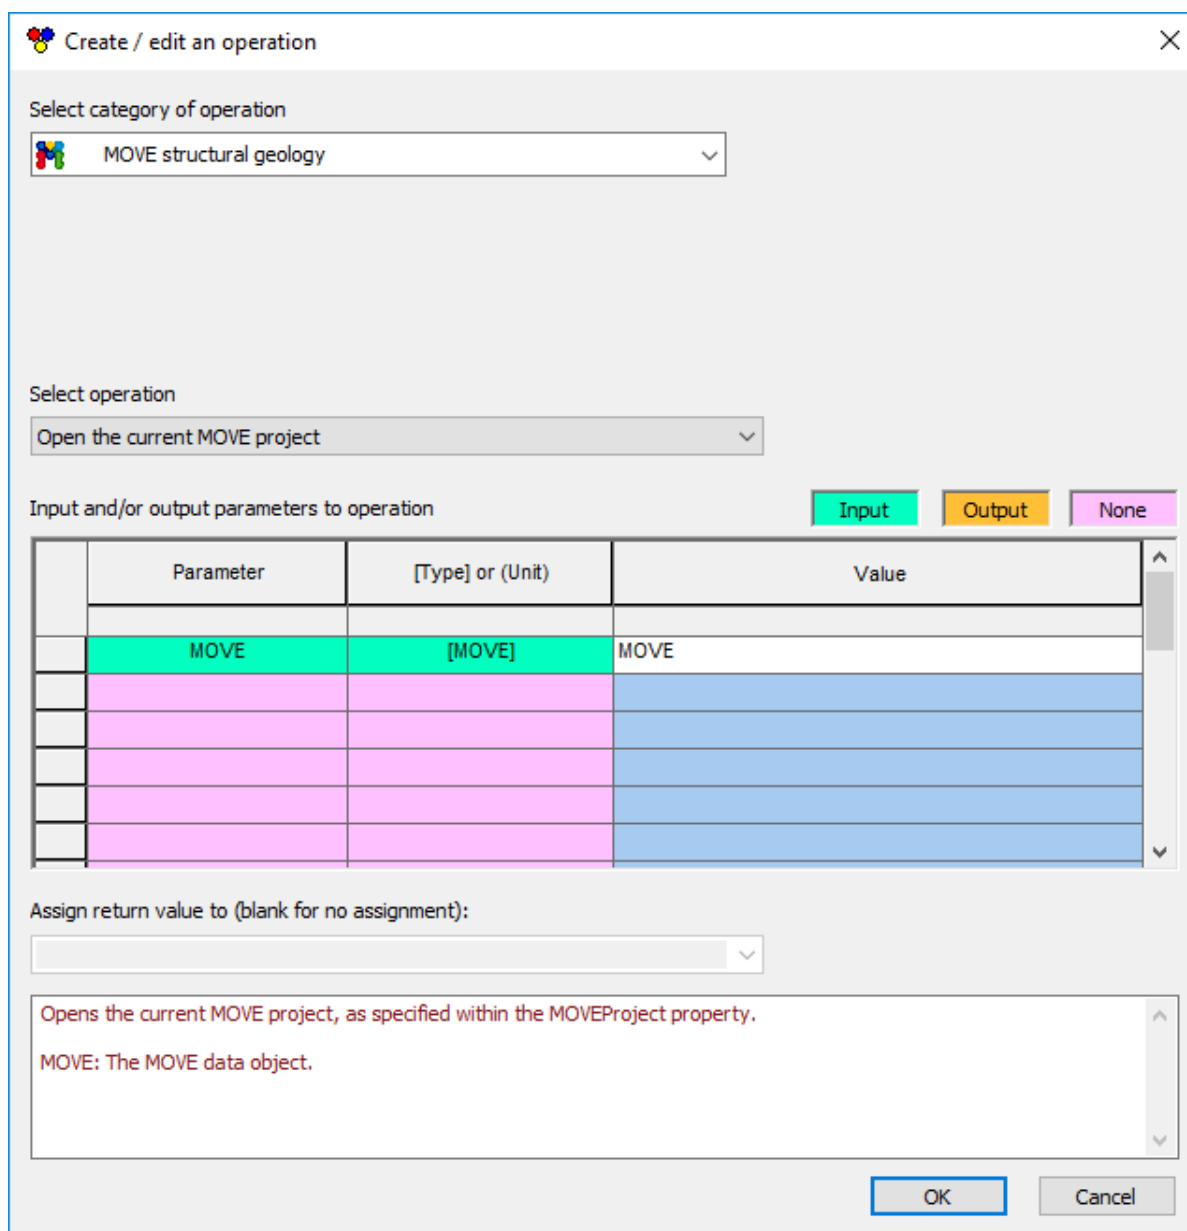

Рисунок 27: Вікно операції створення/редагування для операції *OpenMOVE*.
54. У розкритому списку знайдіть список елементів *ResolveUser*. Він міститиме ім'я екземпляра *MOVE*, створеного на кроці 7 цієї вправи – виберіть це (Рисунок 27).